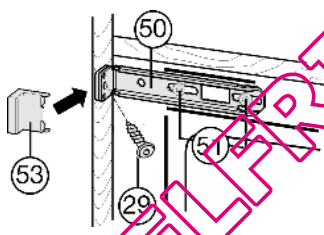

Fig. 18
- ▶ Desserrer un peu les vis *Fig. 18 (51)*.
- ▶ Visser l'étrier supérieur *Fig. 18 (50)* à l'aide d'une vis à panneaux de particules *Fig. 18 (29)* $\varnothing 4 \times 19$ sur la paroi du meuble.
- ▶ Casser l'extrémité du cache *Fig. 18 (53)* qui dépasse.
- ▶ Bien serrer les vis *Fig. 18 (51)*.
- ▶ Remettre le cache *Fig. 18 (53)*.